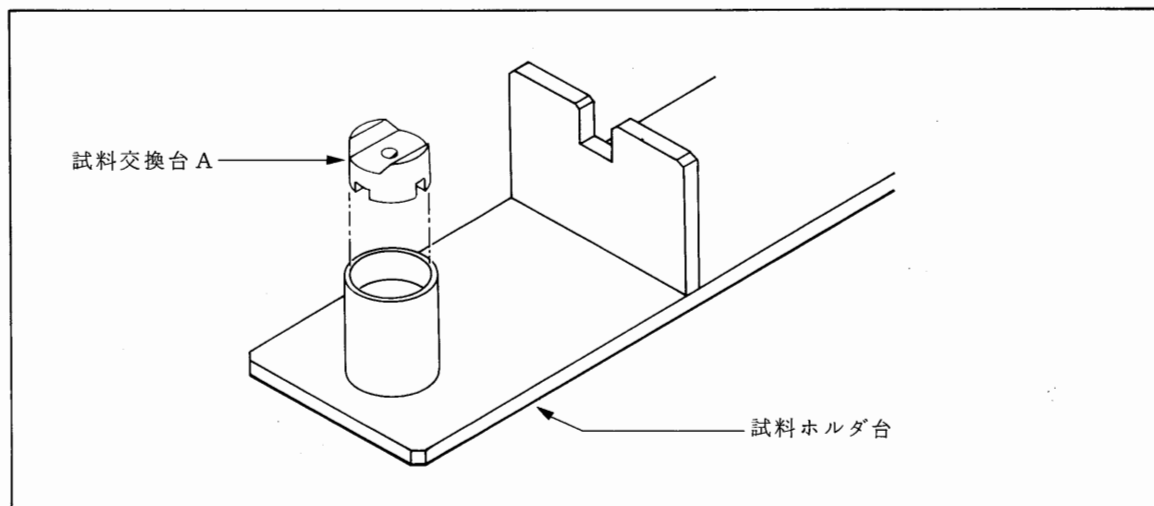

図 4.1 試料ホルダ台 A の取り付け (試料ホルダを収納する場合)
5. 試料交換台 A (3 章) を、図 4.1 に示すように試料ホルダ台 (3 章) に設置し、試料ホルダ台を EM-SHH4 収納箱に納める。